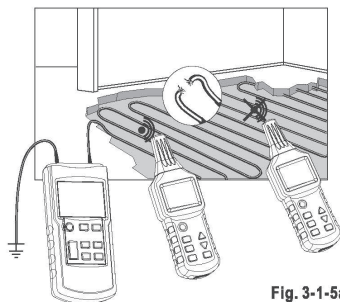

Fig. 3-1-5a
*Todas las líneas que no estén siendo utilizadas deben estar conectadas a la toma de tierra auxiliar como se muestra en la Fig.3-1-5a.